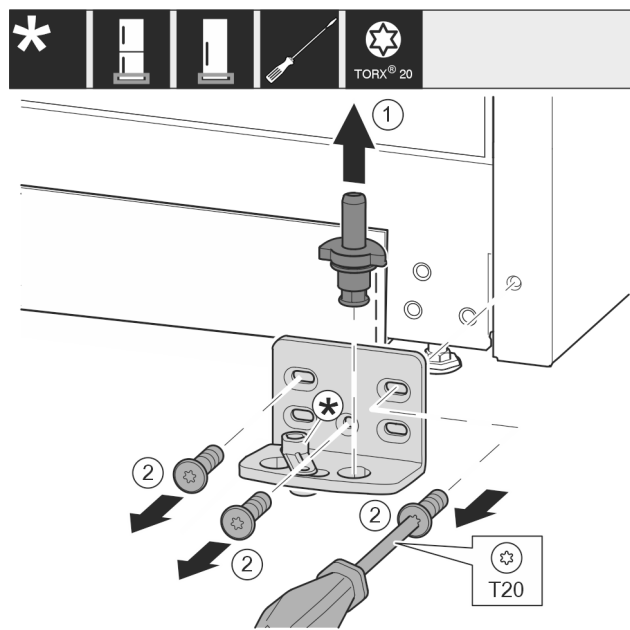

Fig. 16 *
- ▶ Retirer entièrement l'axe de palier Fig. 16 (1) par le haut.*
- ▶ Desserrer les vis Fig. 16 (2) avec un tournevis et retirer le support de palier.*